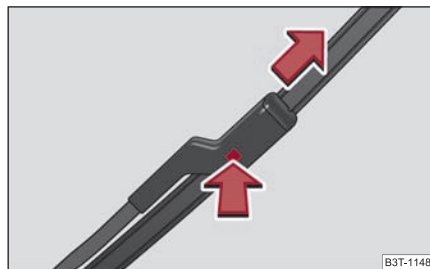

Fig. 71 Lamele ștergătorului de parbriz
- Apăsați siguranța, pentru a debloca lamela, și trageți-o în direcția indicată de săgeată ⇒ pagina 70, fig. 71.